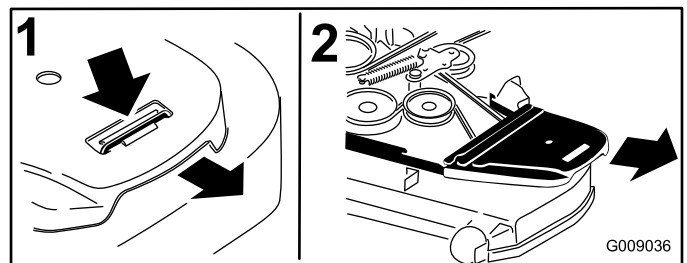

Figura 55
4. Retire las cubiertas de la correa (Figura 55).